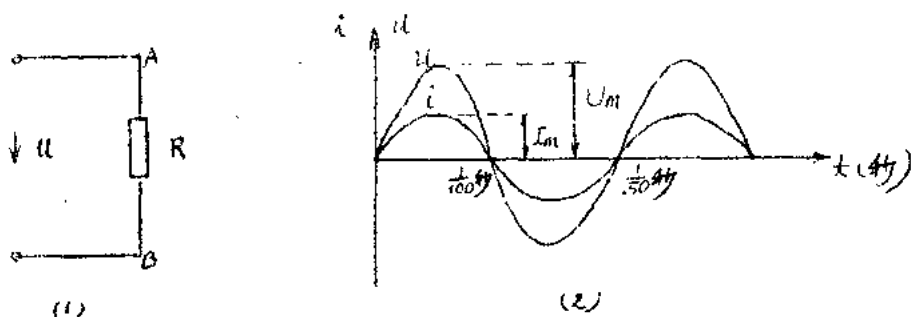

图 1.5
如图 1.5 (1) 所示，50 赫的交流电压加在电阻  $R$  上，在 0 秒时（开始时） $u = 0$ ， $i = 0$ ，此后  $u$  逐步上升， $A$  点的电位逐步上升，比  $B$  点电位高， $i$  也逐步上升，电流从  $A$  点流向  $B$  点，当电压  $u$  到达最大值  $U_m$ ，电流  $i$  也达到最大值  $I_m$ 。此后  $u$  又开始下降，一直到  $u = 0$ ， $i$  也随之下降，直至  $i = 0$ ，这时刚好是半个周期，即  $1/100$  秒；再下去  $u$  变成负值，即  $A$  点的电位比  $B$  点低了，电流从  $B$  流向  $A$ ，一直到  $u$  达到负的最大值， $i$  也达到负的最大值；以后  $A$  点电位又开始上升，（但还是比  $B$  点低，电流还是从  $B$  流向  $A$ ）直到  $u = 0$ ， $i = 0$ 。这时刚好一个周期，时间定  $1/50$  秒。